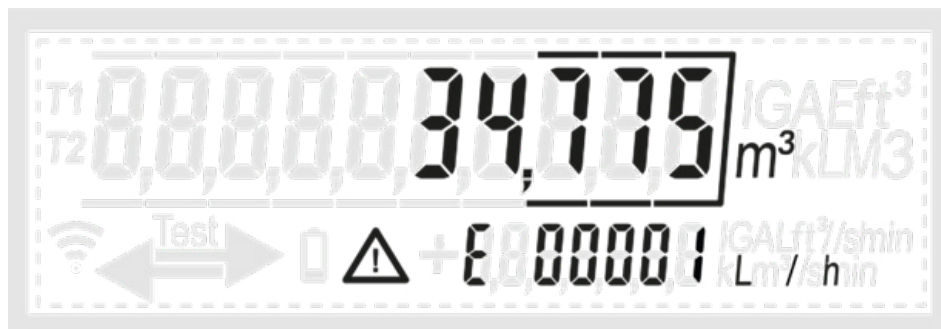

Fig. 20: L'avertissement de conduite vide apparaît pendant l'installation du compteur
6. En cas d'erreur : symbole d'avertissement et code d'erreur commençant par la lettre « E » dans le champ numérique inférieur (min. 1 s). Les codes d'erreur sont décrits au chapitre 13. Un exemple de message d'erreur pour une conduite vide est illustré à la Fig. 20.